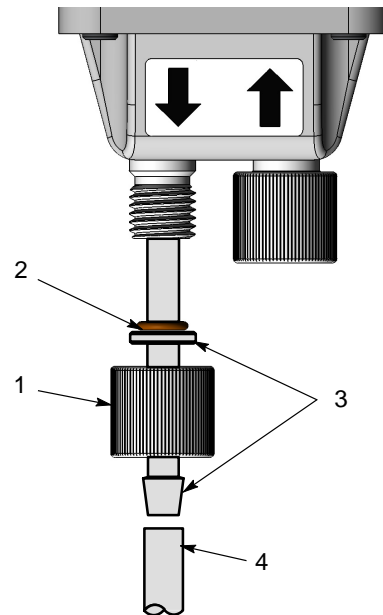

Fig. 5 Raccordement du tuyau souple à la pompe
1. Voir la figure 5. Retirer l'écrou de blocage arrière (sortie) (1) et le joint torique (2) de la pompe.
2. Monter le joint torique (3) sur l'adaptateur de tuyau (3) jusqu'à ce qu'il repose contre la bride.
5. Pousser le tuyau à poudre (4) sur l'extrémité cannelée de l'adaptateur.